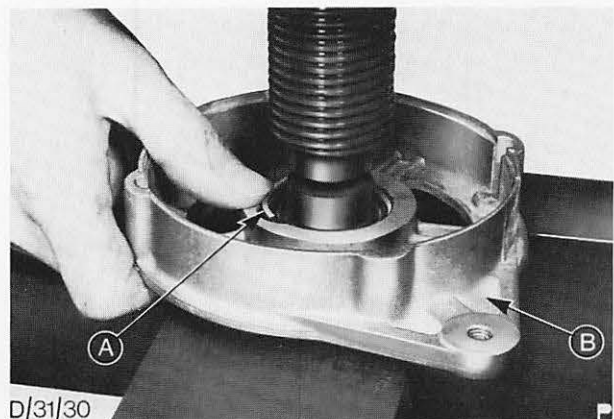

Abb. 55 Sprengring für antriebsseitiges Lager einsetzen
29. Sprengring, A in Abb. 55, zur Halterung des Lagers einsetzen.